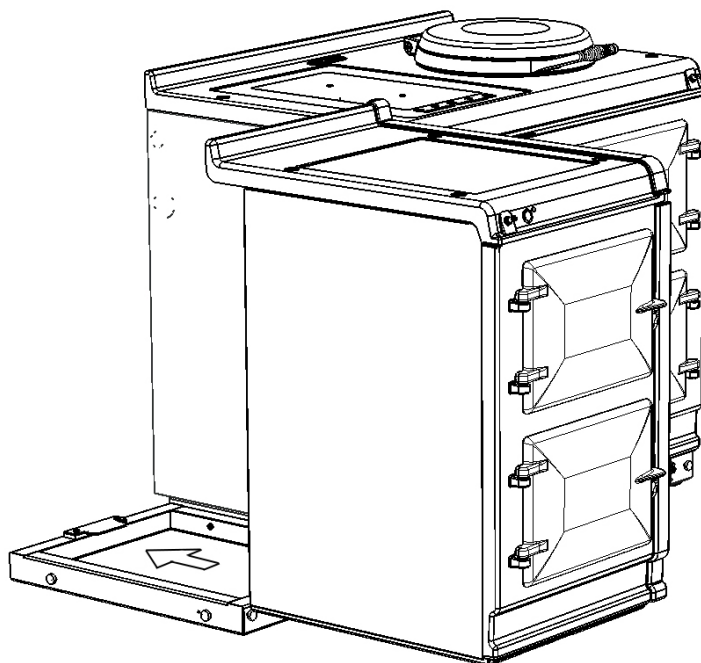

Abb.5.7
6. Schieben Sie den Wärmeschrank auf den Sockel, bis die hintere Haltelasche vollständig in die Aussparung im Geräteboden einrastet. (**Abb. 5.7**). Stellen Sie sicher, dass das Gerät korrekt auf dem Sockel steht. Falls ja, kann die vordere Haltelasche in die Aussparung an der Unterseite der Bodenplatte eingeklinkt werden. Wenn die vordere Haltelasche richtig eingerastet ist, können Sie beiden M6-Schrauben festziehen, um die Teile in Einbaulage zu fixieren.